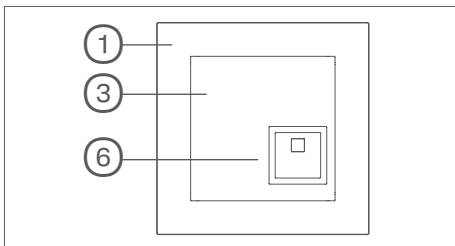

Bild 5: Abstelltaster Abdeckung mit Rahmen
- Am Notfallort angekommen die grüne Abstelltaste betätigen (Bild 5, 6). Der Notruf ist abgeschaltet.